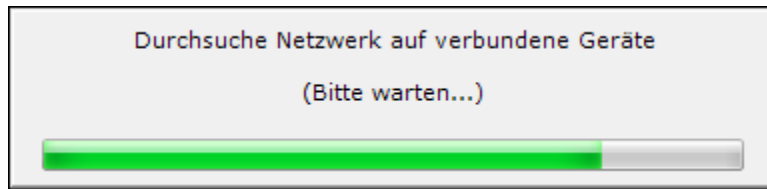

Abbildung 21-8. Suche nach angeschlossenen Geräten
4. Wenn Sie die IP Adresse nicht kennen, können Sie eine Suche nach allen angeschlossenen Geräten starten (Abbildung 21-8), indem Sie die Schaltfläche *Ethernet* in der Box